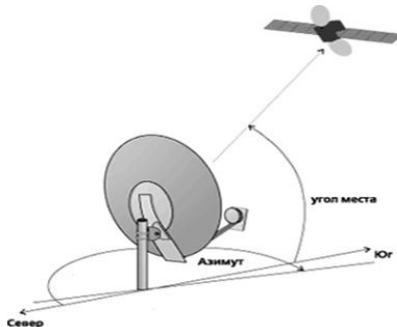

Рисунок 5.
3. Направьте antennу в соответствии с азимутальным значением (см. Рисунок 5. Наведение спутниковой антенны).